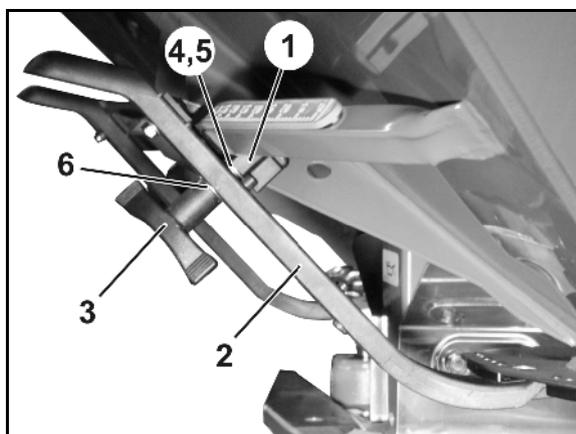

Рис. 83
6. Выровняйте зажимное устройство (Рис. 83/1) регулировочного рычага (Рис. 83/2) следующим образом:
- 6.1 Отвинтите барашковую гайку (Рис. 83/3).
- 6.2 Выньте болт и переставьте обе шайбы (Рис. 83/4) из заднего положения (Рис. 83/5) в переднее (Рис. 83/6).